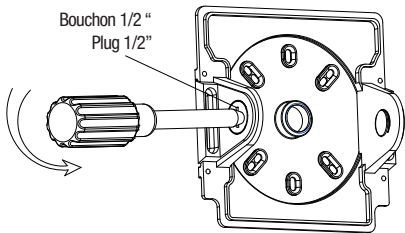

Fig. 4B
3. Remove the 1/2" side plug by unscrewing it (Fig. 4B).
4. Enlever le bouchon 1/2 " latéral en le dévissant (Fig. 4B).